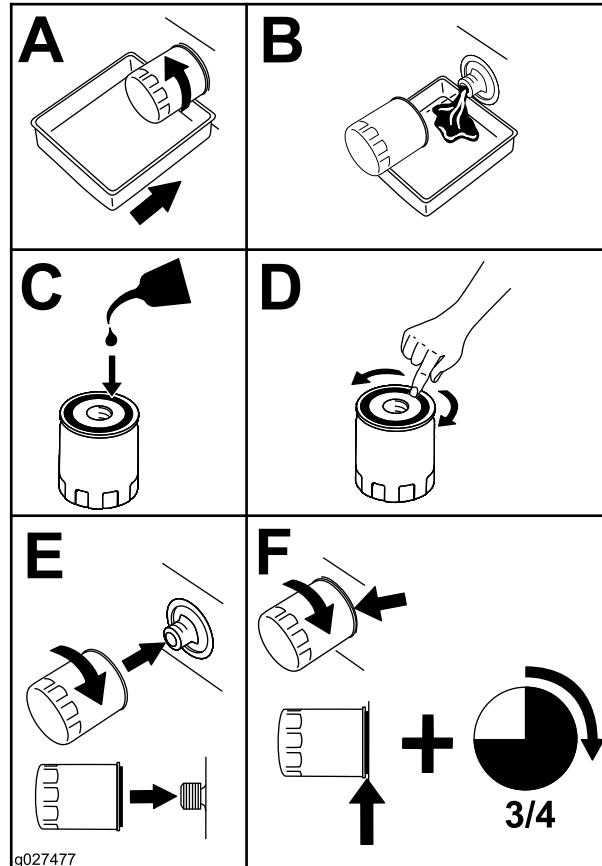

Bild 54
2. Wechseln Sie den MotorölfILTER (Bild 54).